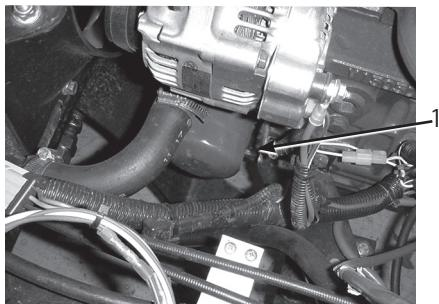

図33
- 古いフィルタを外す(図33)。
- アダプタに新しいフィルタを取り付ける。ガスケットがアダプタに当たるまで手でねじ込み、そこから更に1/2回転増し締めする(図33)。